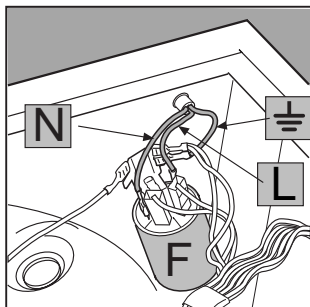

Рис. 4
3. Отсоедините провода от подавателя радиопомех F (рис. 4). Обратите внимание на цвет и расположение проводов: **синий** = провод N, **коричневый** = про-